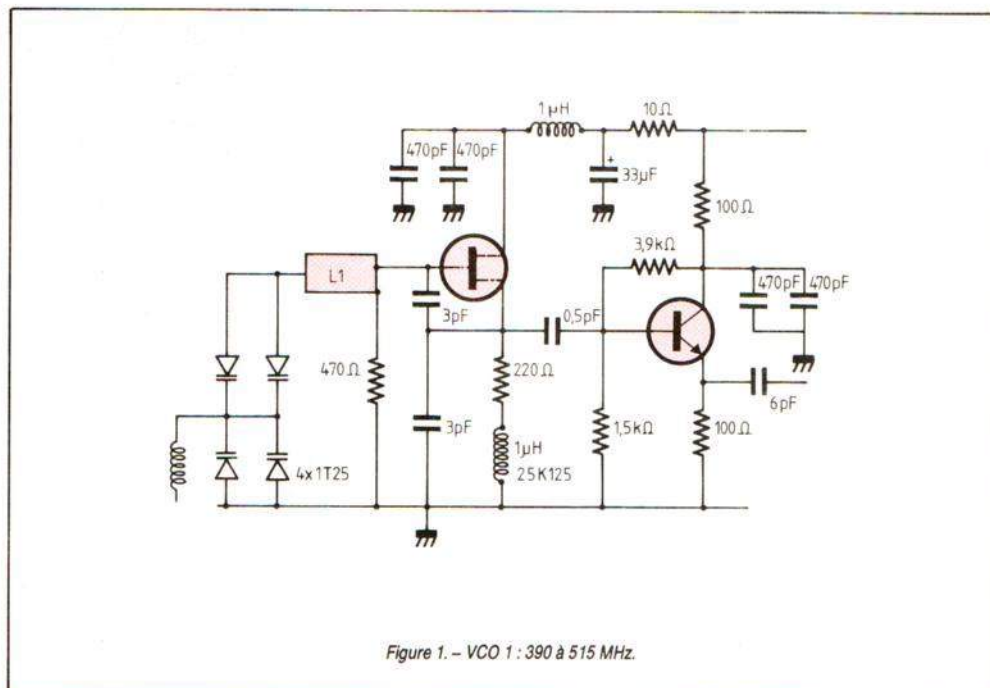

Figure 1. - VCO 1 : 390 à 515 MHz.
Schéma du VCO : figure 1.
Vous avez alors de fortes chances d'avoir pris le plus mauvais. Eventuellement, même, un type (heureusement en voie de disparition) à conversion unique et fonctionnant sur une fréquence intermédiaire (FI) de l'ordre de 450 kHz (fig. 1). Si vous accordez un tel appareil sur  $f_r = 6$  MHz, son oscillateur fonctionne sur  $f_o = 6450$  kHz, ce qui signifie que vous recevez aussi, sur le
Fig. 1. — Le type le plus classique du récepteur superhétérodyne travaille avec une seule conversion (changement de fréquence) et avec une fréquence intermédiaire de l'ordre de 450 kHz.